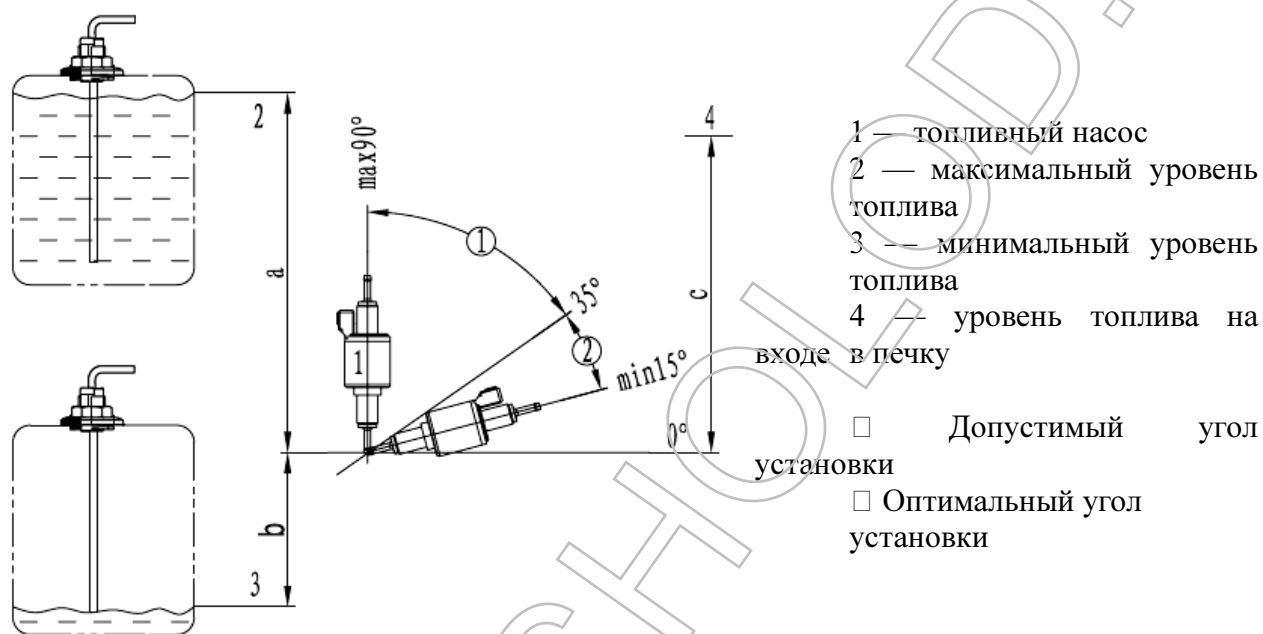

Рис. 11
4.5.1 Топливный насос крепится на транспортном средстве при помощи хомута с защитным резиновым покрытием. Выход топливного насоса должен быть наклонён вверх. Угол наклона может быть выбран в диапазоне  $15^{\circ}\sim 35^{\circ}$  (как показано на Рис. 11). Если условия позволяют, то топливопровод между топливным насосом и отопителем должен подниматься вверх плавно.